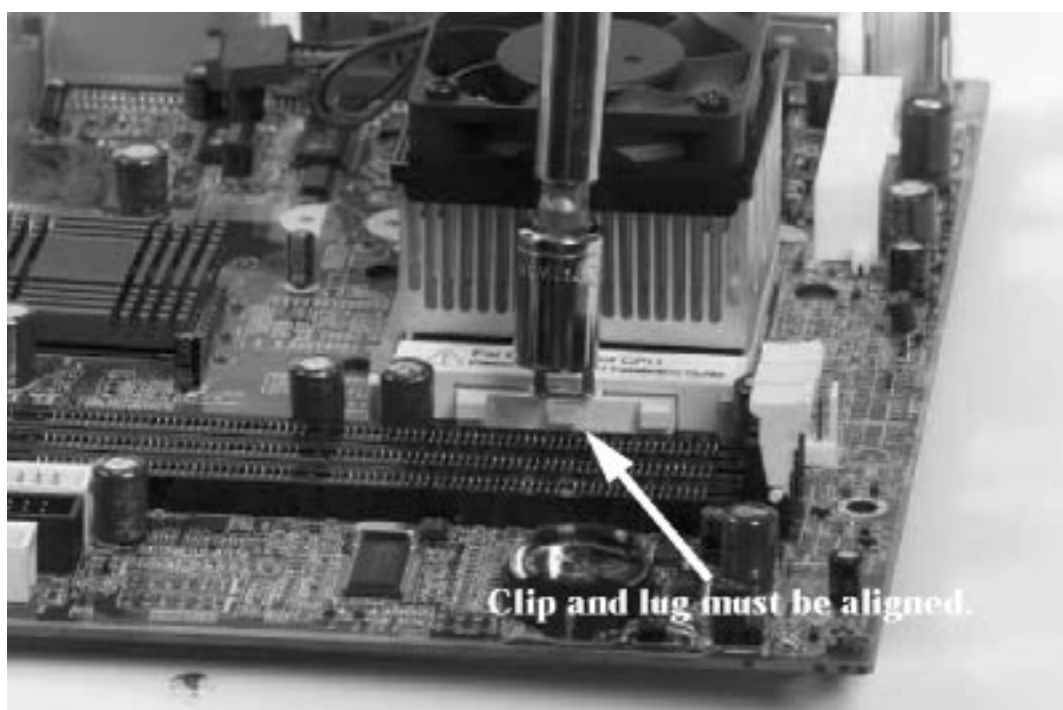

Figura 19. Asegúrese de que el clip está alineado con la patilla.
19. El clip debe estar alineado con las patillas centrales del socket, para que este encaje, independientemente de la herramienta que se esté empleando. La figura 19 muestra la forma de alinear el clip con la patilla, algo que resulta vital para que el clip pueda cerrar. De lo contrario, el clip solamente estaría acoplado en un lado de la patilla y podría llegar a perderse.